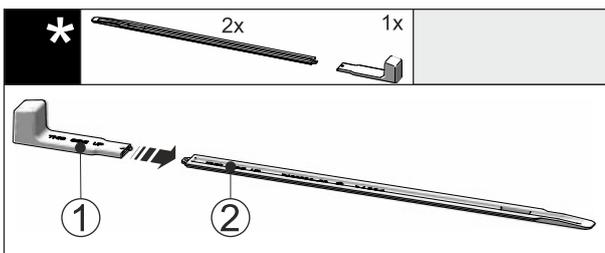

Fig. 54
- ▶ Insérer la poignée de montage Fig. 54 (1) dans le rail de nivellement Fig. 54 (2).